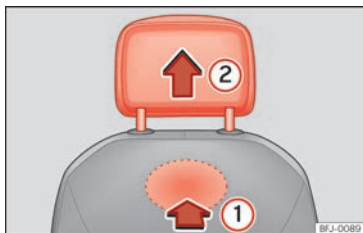

Abb. 65 Kopfstütze vorne ausbauen.
- Lokalisieren Sie zum Entriegeln der Kopfstütze die Aussparung im markierten Bereich auf der Rückseite der Sitzlehne und drücken Sie in Pfeilrichtung »» (Abb. 65) ①.
- Ziehen Sie die Kopfstütze in Pfeilrichtung ② heraus.